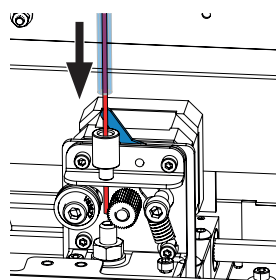

Fig. 26
- ⇒ Spinga il filamento attraverso l'apertura superiore dell'estrusore finché il filamento si trova tra le due ruote guida (Fig. 26).